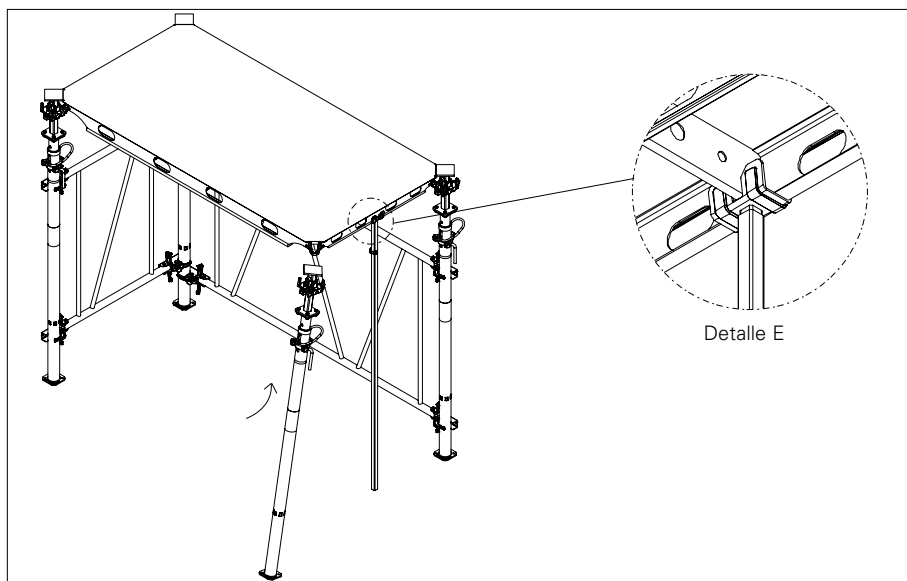

Fig. A5.04
8. Mientras se apoya la horquilla auxiliar de encofrado, coloque el cuarto puntal en la esquina de panel. (Fig. A5.04)